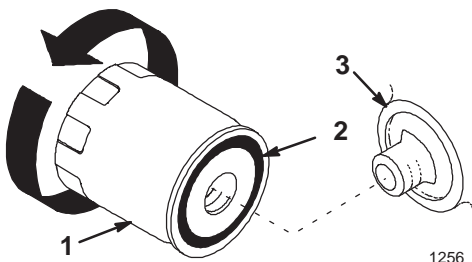

Figure 49
1. Déposez le filtre usagé (Fig. 49).
2. Essuyez la surface du joint de l'adaptateur du filtre (Fig. 49).
3. Appliquez une fine couche d'huile neuve sur le joint en caoutchouc du filtre de rechange (Fig. 49).
4. Posez le filtre de rechange sur l'adaptateur. Tournez le filtre dans le sens horaire jusqu'à ce que le joint rejoigne l'adaptateur, puis donnez 3/4 de tour supplémentaire (Fig. 49).